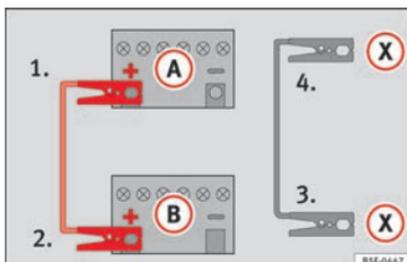

Fig. 190 Esquema de conexión para vehículos con sistema Start Stop.
- **En los vehículos con sistema Start-Stop:** emborne un extremo del cable *negro* de emergencia (X) a un terminal de masa adecuado, a una pieza de metal maciza que vaya atornillada al bloque motor o al mismo bloque motor » » fig. 190.
5. Emborne el otro extremo del cable *negro* de emergencia (X), en el vehículo con la batería descargada, a una pieza de metal maciza que vaya atornillada al bloque motor o al mismo bloque motor pero lo más alejado posible de la batería (A).